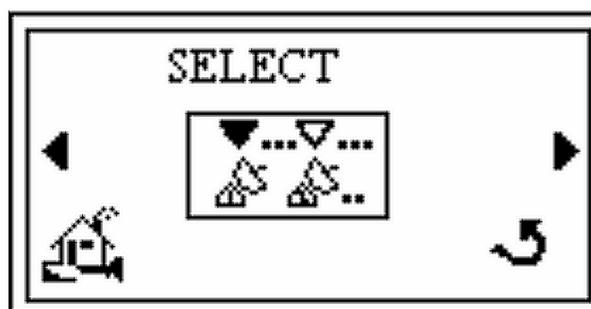

Figure 2-29 Ecran de sélection
4. Presser **Enter** et l'écran de *Sélection* apparaît (Figure 2-29).